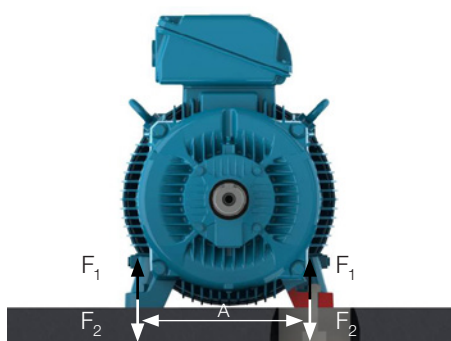

Figura 31 - Motor instalado sobre base de concreto.
- Bases de concreto: más recomendadas y usuales para los motores de gran porte (ver Figura 31);